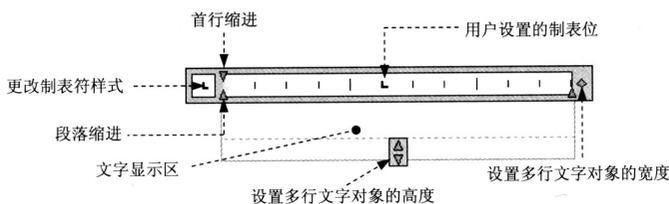

图7.1.20 文字输入窗口
Step2. 设置多行文字的矩形边界。在绘图区中的某一点 A 处单击, 以确定矩形框的第一角点, 在另一点 B 处单击以确定矩形框的对角点, 系统以该矩形框作为多行文字边界。此时系统弹出图 7.1.19 所示的“文字格式”工具栏和图 7.1.20 所示的文字输入窗口。
Step3. 输入文字。在字体下拉列表中选择字体“楷体_GB2312”；在文字高度下拉列表中输入数值 8；在文字输入窗口（图 7.1.20）中输入图 7.1.19 所示的文字后，在空白位置单击完成操作。